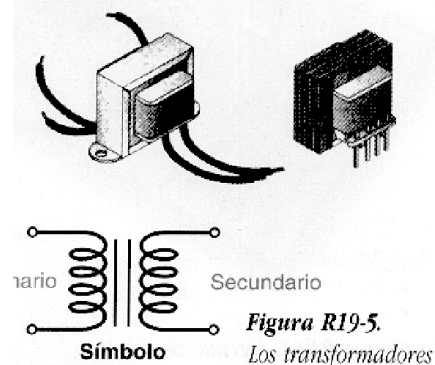

Figura R19-5. Los transformadores
Son componentes electrónicos formados por dos o más bobinas enrolladas sobre un núcleo de hierro silicio y cuya principal función es elevar o disminuir un determinado voltaje. Por ejemplo, un transformador puede recibir 220 Voltios de corriente alterna (CA) en la entrada, llamada primario, y entregar 12 voltios de CA en la salida, llamada secundario. Un transformador puede tener varios secundarios entregando diferentes voltajes. En la figura R19-5 se muestran algunos de los principales tipos y sus símbolos.